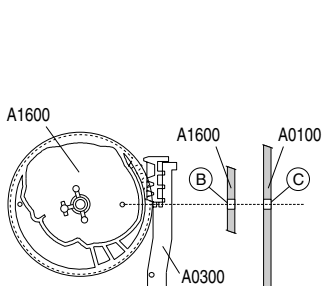

Fig. 11
- Kurvenrad (Pos. A1600) so einsetzen, dass sich das Loch (B) (Fig. 11) über dem Loch (C) des Laufwerkträgers befinden. Dabei muss der erste Zahn des F/L-Schiebers (Pos. A0300) in die erste Lücke des Kurvenrades eintauchen.